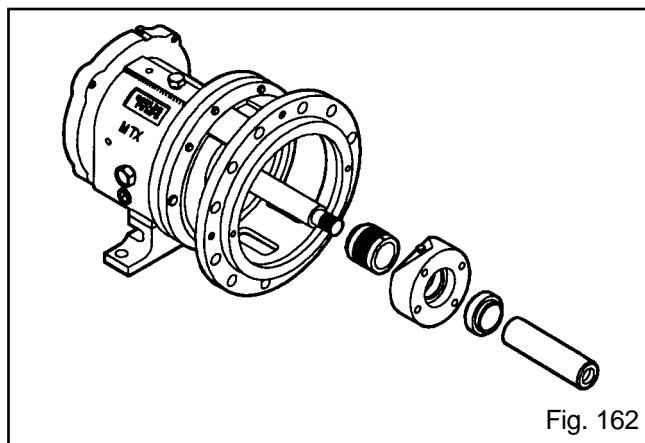

Fig. 162
11. Instale el sello mecánico sobre el eje (122) o la camisa (126), en caso de usarse, de acuerdo con las instrucciones del fabricante del sello. Instale la camisa con el sello, en caso de usarse.
12. Deslice el casquillo y luego el asiento estacionario, con empacaduras, sobre el eje o la camisa (Fig. 162).